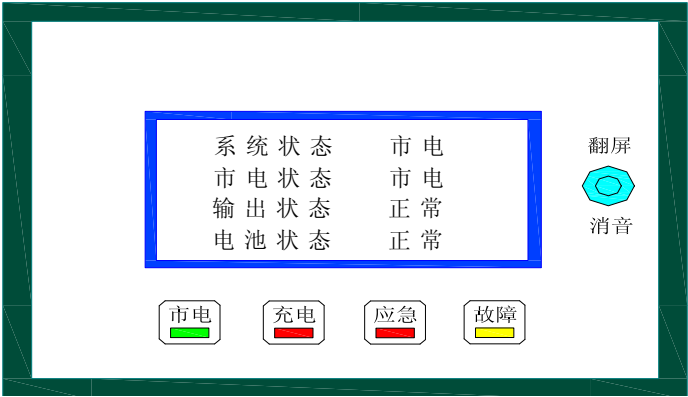
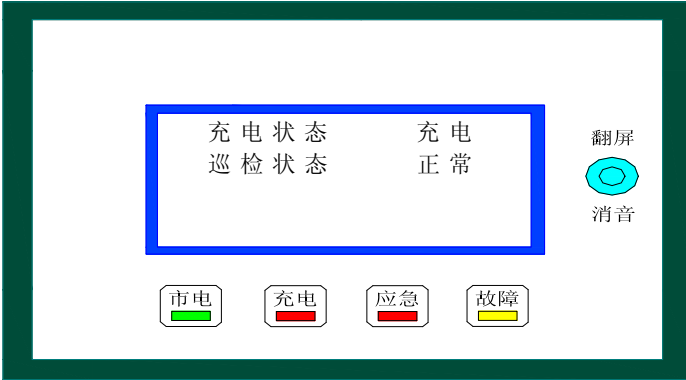

图 2:
图 3:
②随后进入图 2：系统状态：关机/市电/应急/强启/错误/月检/年检等；市电状态：市电/过压/欠压；输出状态：正常/开路；电池状态：正常/过压/欠压；由供电模式确定以上显示内容，指示灯以实际显示为准。翻屏后依次进入图 3（充电状态：充电/停止；巡检状态：正常/停止/错误;）、4、5、6；